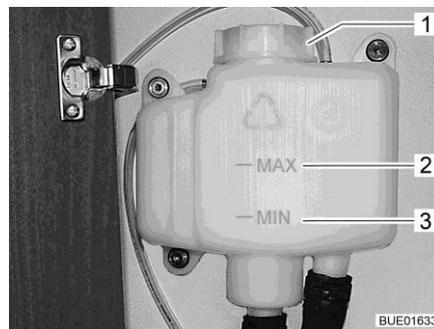

Bild 305 Ausgleichsbehälter ohne Blende
- Prüfen, ob am Ausgleichsbehälter (Bild 305) die Flüssigkeit zwischen der Markierung "MIN" (Bild 305,3) und "MAX" (Bild 305,2) steht.
- Am Ausgleichsbehälter den Drehverschluss (Bild 305,1) aufdrehen.